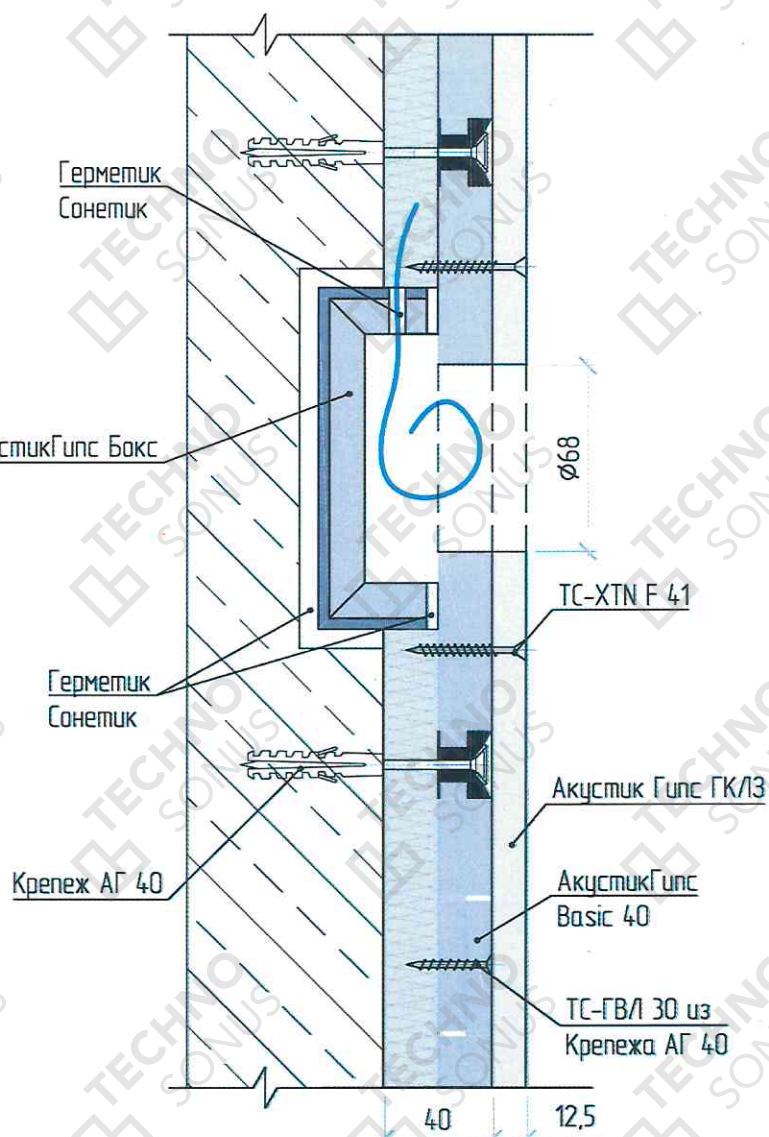

Рисунок 11 – Устройство звукоизоляции розеток в каркасной облицовке «Слим А».
6.6. Звукоизоляционные подрозетники АкустикГипс Бокс устанавливаются в конструкцию бескаркасной звукоизоляции стены «Слим А» с соблюдением следующей последовательности (рисунок 11):